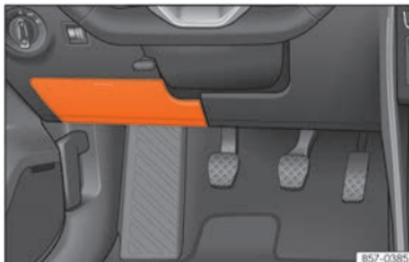

Abb. 49 Linkslenker: Abdeckung des Sicherungskasten unter der Instrumententafel auf der Fahrerseite
- **Öffnen:** Abdeckung nach unten aufklappen » **Abb. 49**.